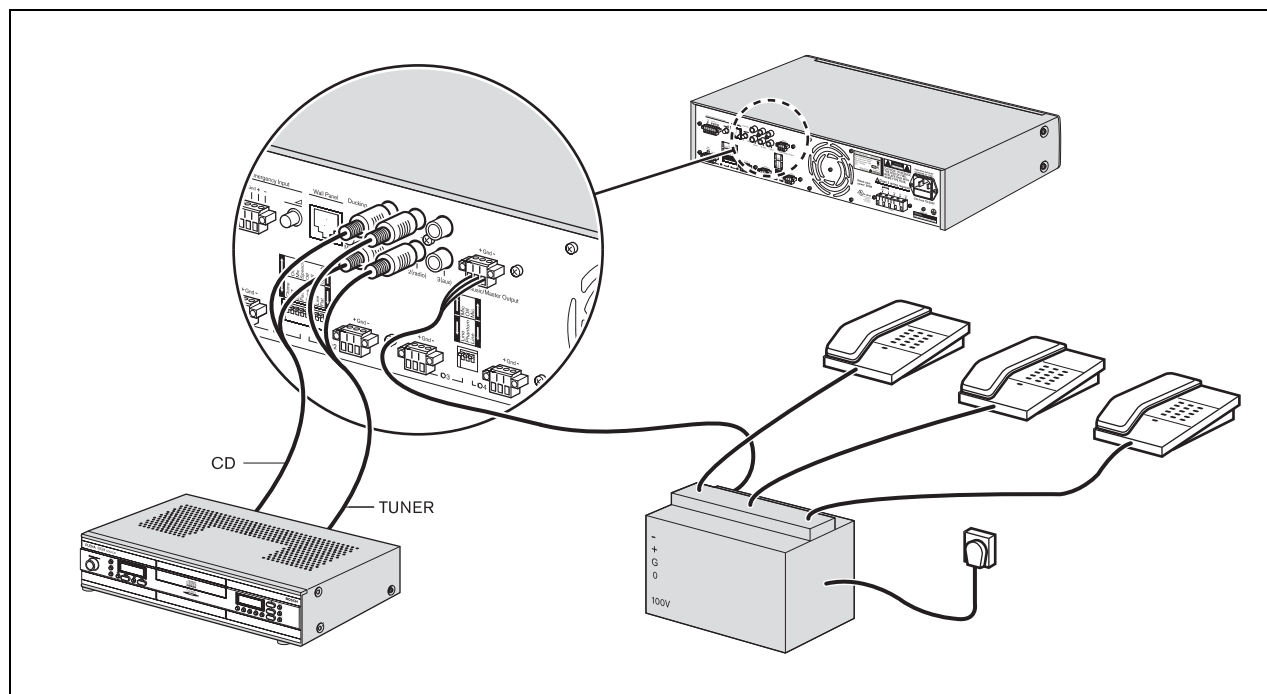

figura 4.6: Conexión de entradas de fuente de música
Utilice el conector de salida principal de música (8) para proporcionar una fuente de salida de música exclusiva para otro dispositivo. Por ejemplo, la salida principal de música puede conectarse a un acoplador telefónico, de modo que las personas que llamen puedan escuchar música cuando se les ponga en espera (véase figura 4.6).